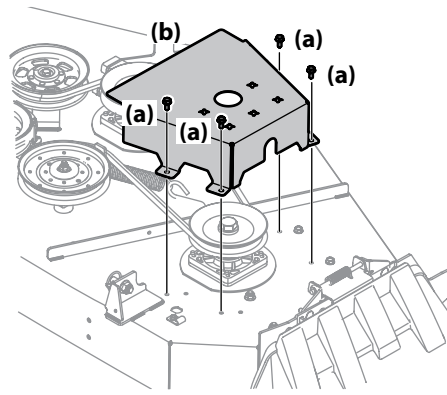

Figura 4-15
2. Retire los tornillos de cabeza hexagonal con arandela (a) que sujetan a las cubiertas de las correas (b) a la plataforma. Vea la Figura 4-15.
3. Extraiga las dos poleas locas (a y b), para lo cual debe retirar los tornillos de cabeza hexagonal (c) y las tuercas de seguridad con brida (d) que las sujetan a la plataforma y el brazo de polea loca (e). Vea la Figura 4-15. No pierda ningún elemento de ferretería (tapas de polea) (f), arandelas, protecciones de la polea (g) (si están equipadas) al sacar el tornillo de cabeza hexagonal (c) y la tuerca de seguridad con brida (d).
5. Instale la nueva correa alrededor de las poleas del husillo tal como se muestra y reinstale las cubiertas de las correas (b). Vea la Figura 4-15.